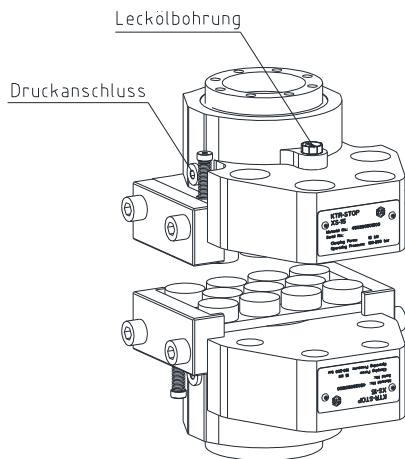

Bild 7: Anschlüsse der Lecköl-/Druckleitungen
- Schließen Sie die Druckölleitung an einen der Druckanschlüsse der Bremse an (siehe Bild 7 und 8), hierfür vorher die Verschlusschraube entfernen.
- Montieren Sie an der Entlüftungsbohrung (siehe Bild 7 und 8) eine Minimess-Kupplung mit einem Minimessschlauch, hierfür vorher die Verschlusschraube entfernen. Führen Sie das Ende des Minimessschlauches in einem geeigneten Auffangbehälter ab.
- Schließen Sie die Leckageölleitung an die Bremse an (siehe Bild 7 und 8), hierfür vorher die Verschlussstopfen entfernen.